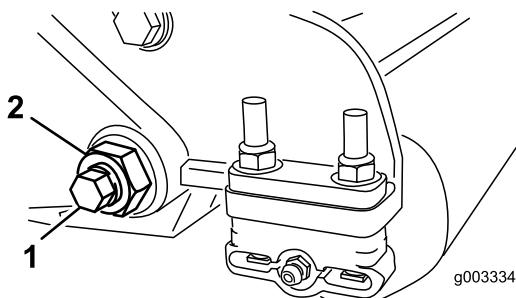
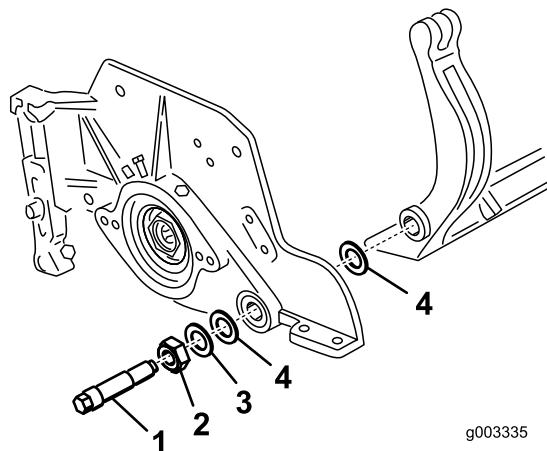

Figura 34
Figura 35
3. Desaperte a porca de bloqueio que segura a cavilha da barra de apoio, em cada um dos lados da máquina (Figura 34).
4. Remova cada uma das cavilhas da barra de apoio, de modo a permitir puxá-la e retirá-la da máquina (Figura 34). Guarde as duas anilhas de nylon e a anilha de aço prensado de cada uma das extremidades da barra de apoio (Figura 35).
2. Fixe a barra de apoio a cada um dos lados da placa lateral com as cavilhas (porcas flangeadas nas cavilhas) e com as 6 arruelas. Deve colocar uma anilha de nylon em cada um dos lados da placa lateral. Coloque uma arruela de aço no exterior de cada uma das arruelas de nylon (Figura 35). Aperte os parafusos com 37–45 Nm. Aperte as porcas até que a anilha de aço exterior pare de rodar e a folga seja removida, mas não aperte em demasiado nem desvie as placas laterais. As arruelas podem ter uma folga interna.